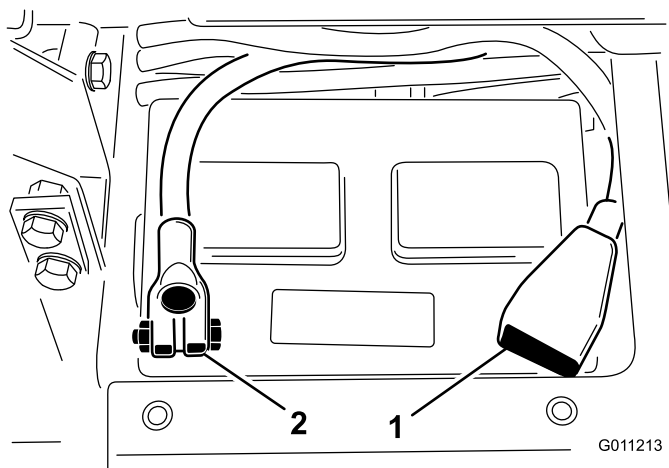

图5
8. 使用螺栓和螺母将正极接线（红色）连接到正极（+）电池端子，负极接线（黑色）连接到负极（-）电池端子（图5）。确保正极（+）端子尽可能在电极上，接线紧贴电池。接线不得与电池盖接触。